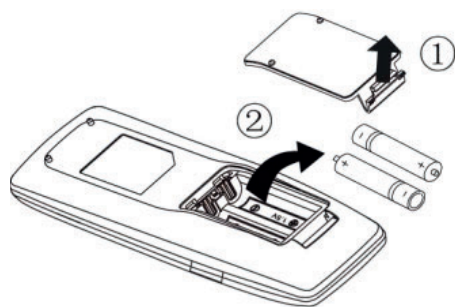

Fig. 1
- (1) Levante la cubierta siguiendo la dirección de la flecha como se muestra en la Fig. 1
- (2) Retire las baterías originales como se muestra en la Fig. 1